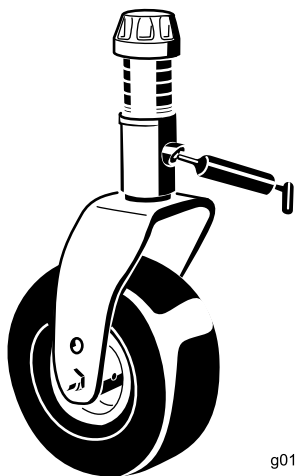

Figura 44
- 2 boccole dell'albero della forcella della ruota orientabile (Figura 44)